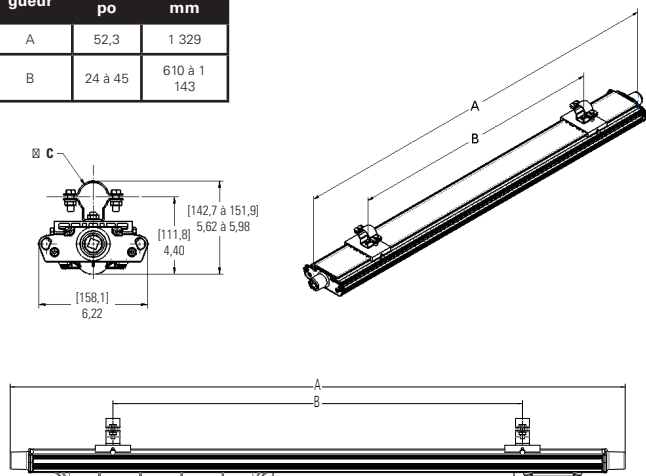

Figure 8. TROUSSE – Montage sur mât
3. Les supports de montage sur mât peuvent être espacés selon la convenance; il est recommandé de les séparer d'au moins 305 mm (12 po) [voir figure 8].
4. Faire glisser les deux (2) supports de montage sur mât sur le luminaire de manière à engager la bride.